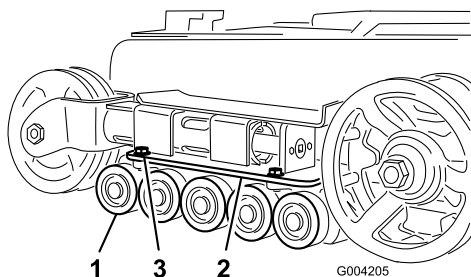

Figure 41
2. Retirez les 4 boulons de fixation de chaque guide-chaîne inférieure qui contient les galets de roulement, et déposez-les (Figure 41).